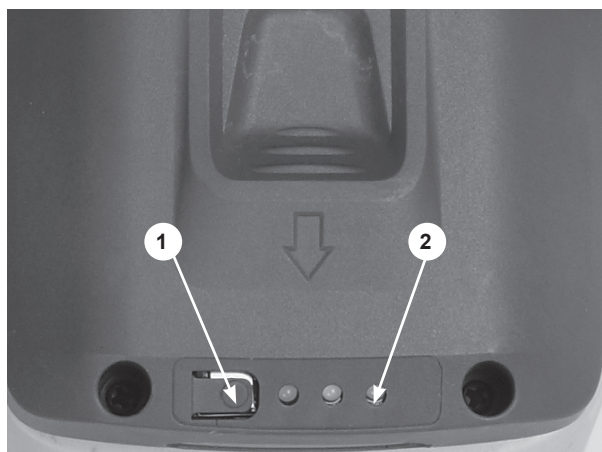

Рис.3
Для проверки уровня заряда аккумуляторной батареи необходимо нажать кнопку (1) Рис.3